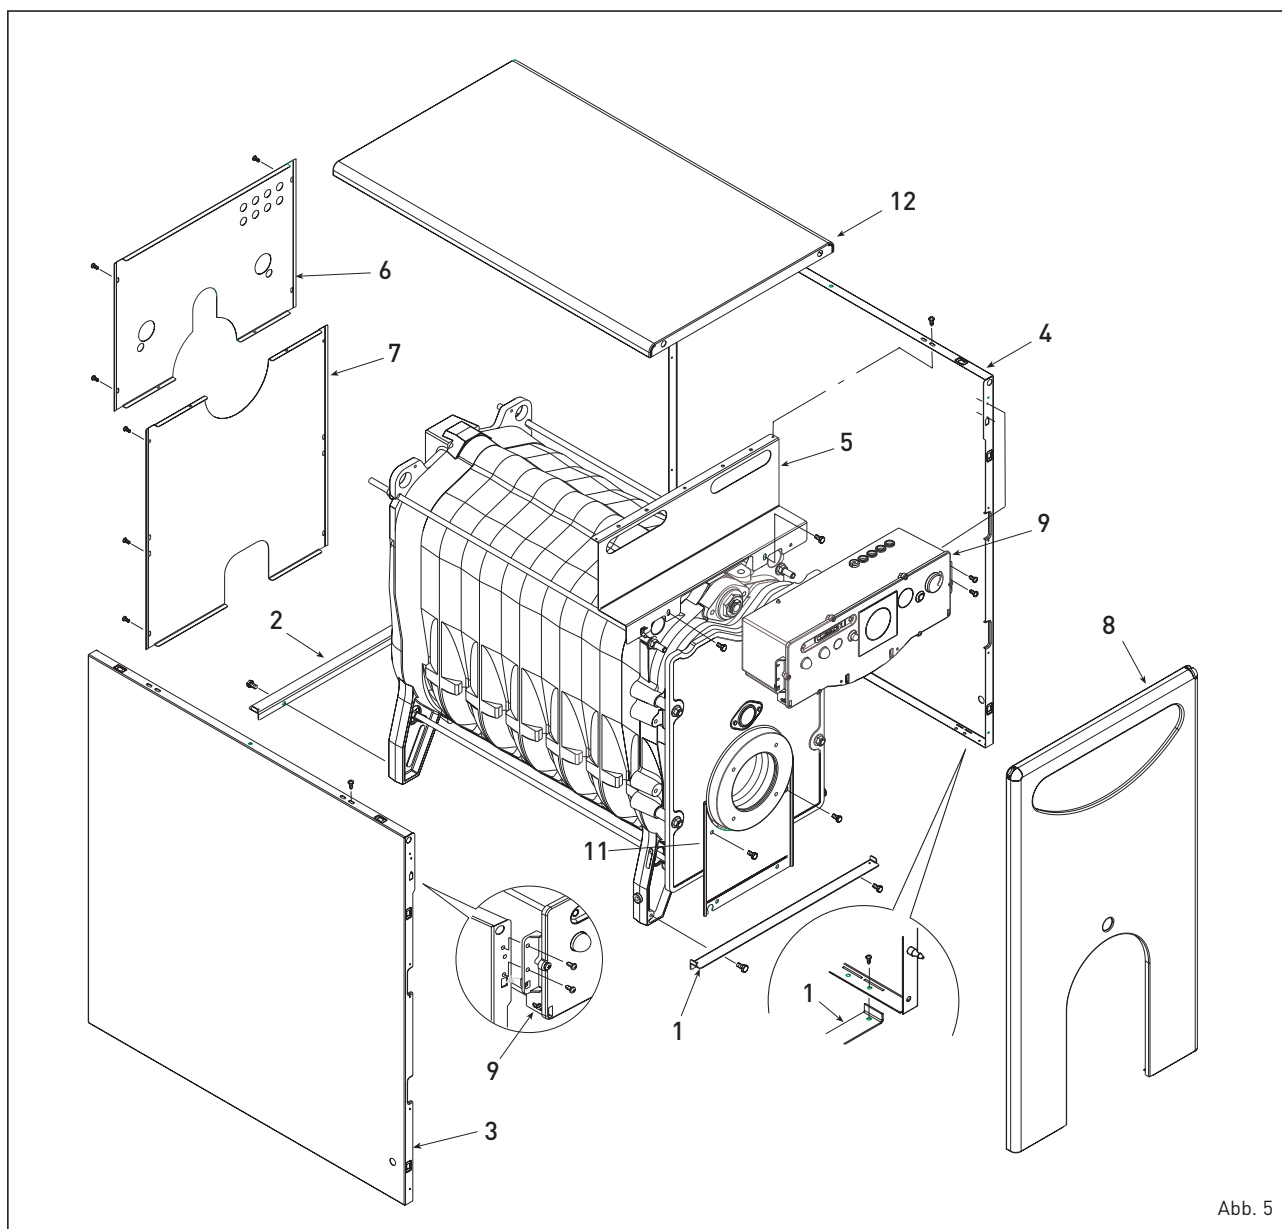

Abb. 5
2.5 MONTAGE DES "RONDÒ ErP" MANTELS (Abb. 5)
folgendermaßen vor (Abb. 5):